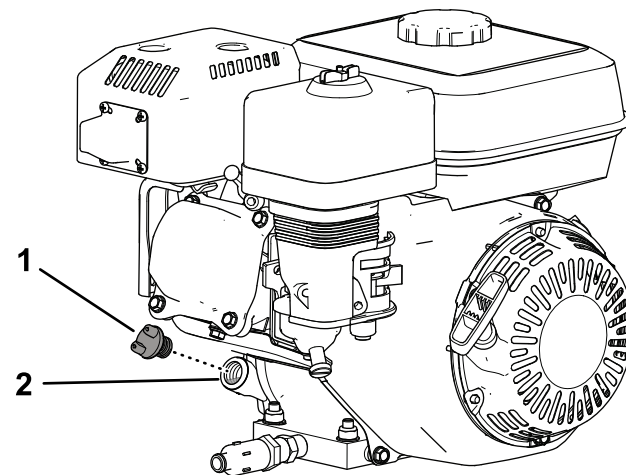

Bild 28
2. Reinigen Sie den Bereich um den Ölfülldeckel (Bild 28).